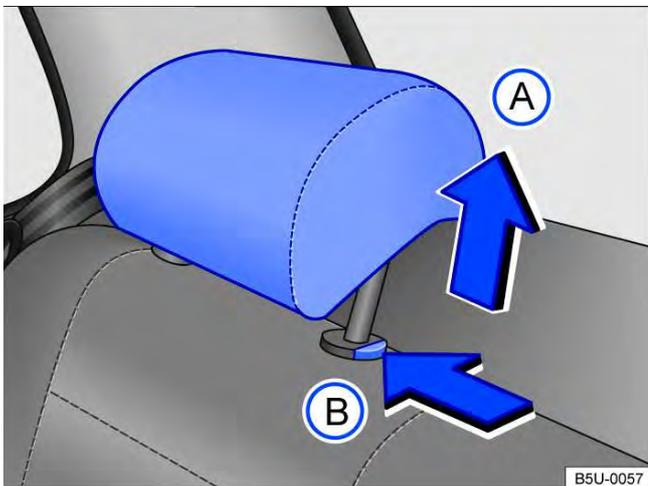

Fig. 73 Desinstalar o apoio para cabeça traseiro.
- Pressionar a tecla → Fig. 73 (B) no sentido da seta. Retirar o apoio para cabeça com a tecla pressionada.
- Empurrar o apoio para cabeça para baixo com a tecla → Fig. 73 (B) pressionada.